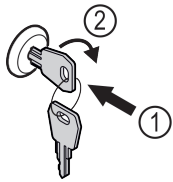

Fig. 153 Ilustratīvs attēlojums
- ▶ Iespiediet atslēgu Fig. 153 (1).
- ▶ Grieziet atslēgu par 90° pulksteņrādītāja virzienā Fig. 153 (2).